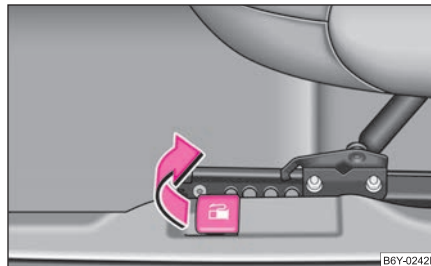

Fig. 136 Levier d'ouverture de la trappe du réservoir
- Vous pouvez ouvrir la trappe du réservoir en tirant la manette* à côté du siège conducteur ⇒ fig. 136 ou en l'ouvrant au niveau de la tubulure de versement de carburant.